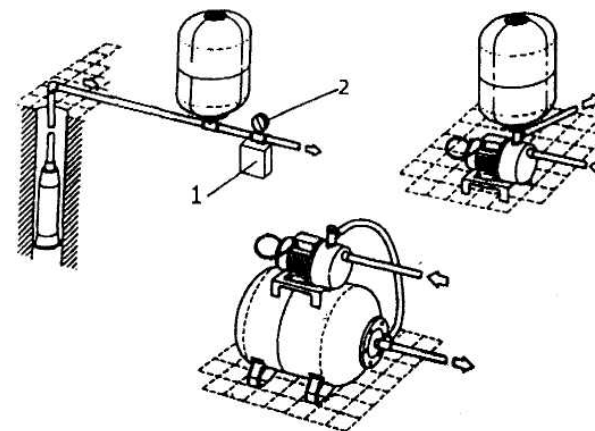

Рис. 1.
- 1.6. Расположите гидроаккумулятор как можно ближе к реле давления 1 для предотвращения потерь давления из-за трения (рис.1). Рис.1 показывает наиболее распространенные случаи монтажа.